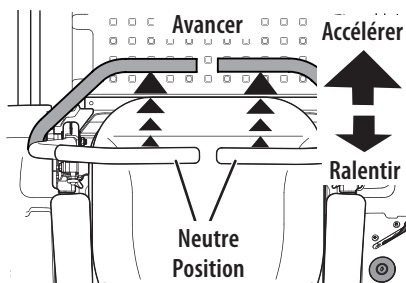

Figure 26
1. Avancez lentement et régulièrement les deux leviers de contrôle de la barre abdominale. La tondeuse commencera à avancer (Figure 26).